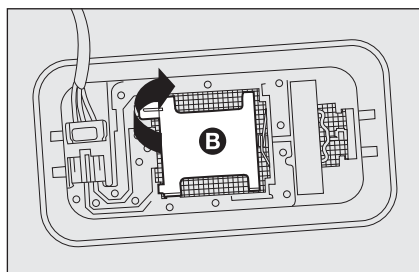

fig. 41
- ouvrir le boîtier **B-fig. 41** comme indiqué;